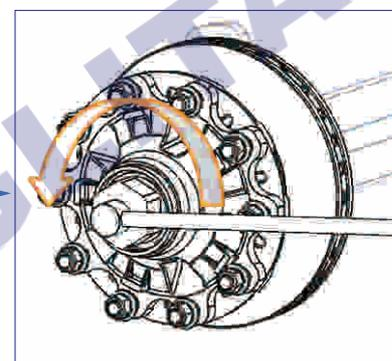
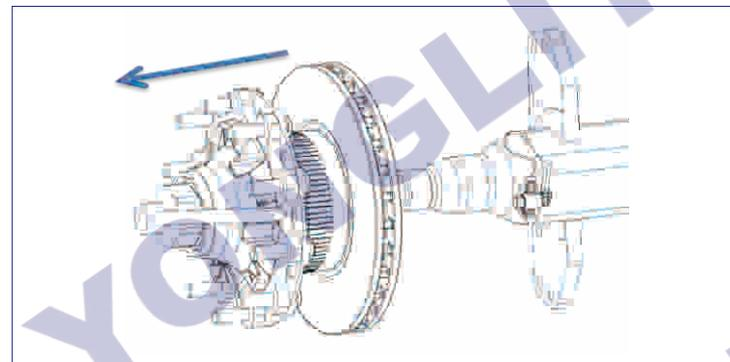

图4
图5
- ⑤ 用轴头螺母套筒逆时针扳动轴头螺母（不要拆卸轴头螺母上面的孔用弹性挡圈），如图4,同时转动轮胎或者轮毂；此时轴头螺母应该带动轮毂往外滑动，直至螺母被整个旋出轴头螺纹；此时整套轮毂系统可以轻松地拖出轴头（如图5）。